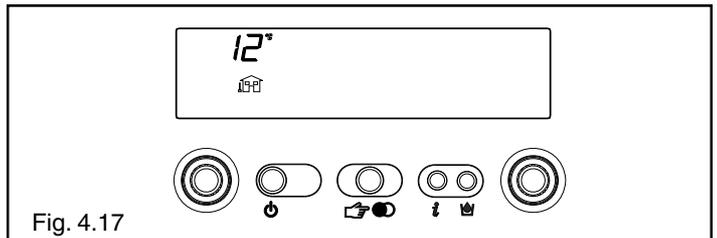

Fig. 4.17
- 1 solo con sonda esterna collegata, visualizza la temperatura esterna (esempio 12 °C) (fig. 4.17).